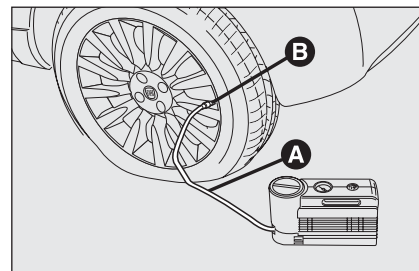

fig. 13
- Serrer le frein à main.** Dévisser le capuchon de la valve du pneu, enlever le tuyau flexible de remplissage **A-fig. 13** et visser la bague **B** sur la valve du pneu;